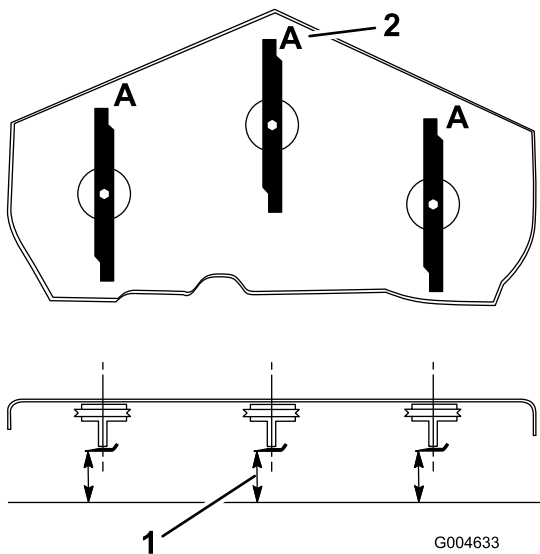

Figura 73
3. Girate le lame fino a disporle in parallelo con la lunghezza della macchina (Figura 73). Misurate da un piano orizzontale fino al tagliente delle lame, posizione **A**, (Figura 73). Prendete nota di questa misura.